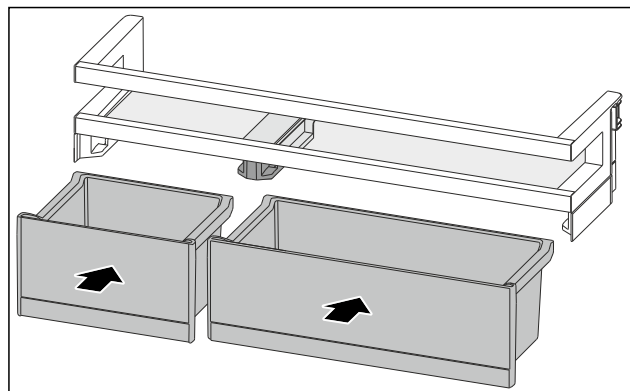

Fig. 119
- ▶ VarioBoxen in getauschter Anordnung einsetzen. (siehe Fig. 119)